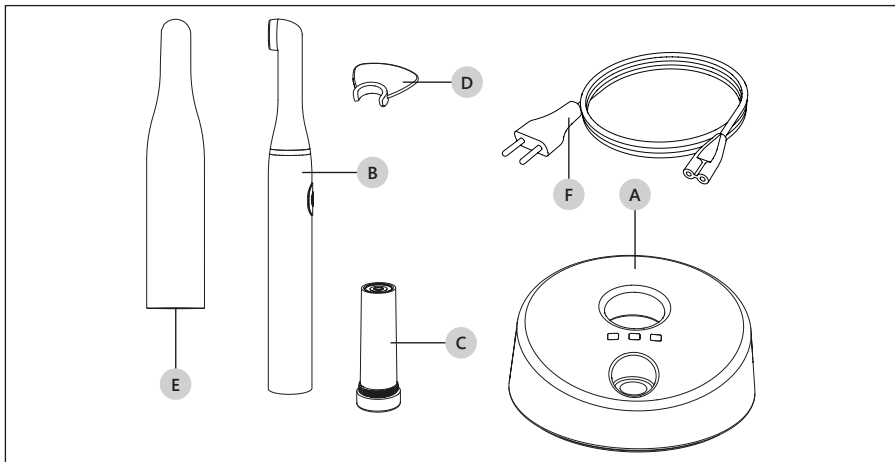
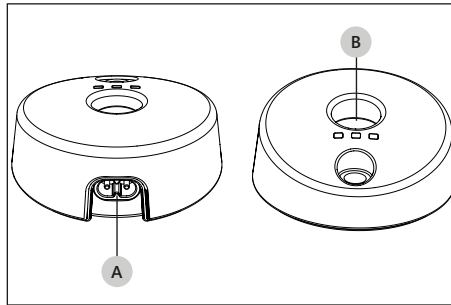

Figura 5 – Lista de los Componentes
Figura 6 – Base de recarga.
ⓘ ATENCIÓN: Recargar la batería utilizando exclusivamente la estación de recarga Mectron (*Figura 5 en página 8 - Ref. A*). No intentar la recarga con cargadores genéricos. Peligro de explosiones y de incendio.
Hacer referencia a la Figura 5 en página 8:
⚠ PELIGRO: No introducir objetos metálicos en el portamango de la estación de recarga (Figura 6 en página 10 - Ref. B) cuando el aparato está encendido.
2. Introducir el cable de alimentación de la energía eléctrica (Figura 5 en página 8 - Ref. F) en la conexión colocada en la parte de atrás del aparato (Figura 6 en página 10 - Ref. A) y, por lo tanto, en la toma de la pared. El LED verde "power" se encenderá (Tabla 1 en página 11 - Ref. A).
1. Introducir el mango, con el módulo de batería, dentro de la sede de la estación de recarga (Figura 6 en página 10- Ref. B). El LED amarillo batería se enciende (Tabla 1 en página 11 - Ref. B).
1. Introducir el mango dentro de la sede de la estación de recarga (Figura 6 en página 10- Ref. B). El LED amarillo batería se enciende (Tabla 1 en página 11 - Ref. B).
ⓘ ATENCIÓN: Recargar la batería utilizando exclusivamente la estación de recarga Mectron (Figura 5 en página 8 - Ref. A). No intentar la recarga con cargadores genéricos. Peligro de explosiones y de incendio.